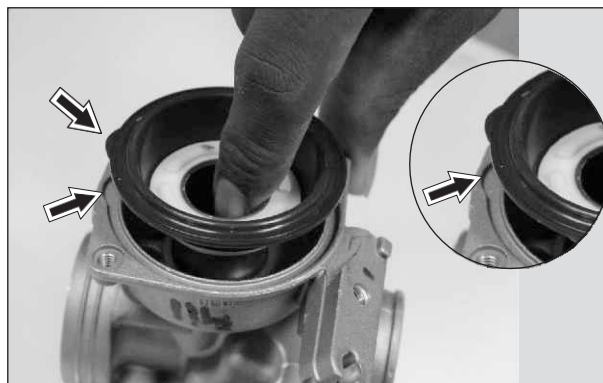

Fig.4.30
- Monte la cortina de forma que la guía del diafragma coincida con la ranura en el cuerpo del acelerador. (Fig. 4.30)